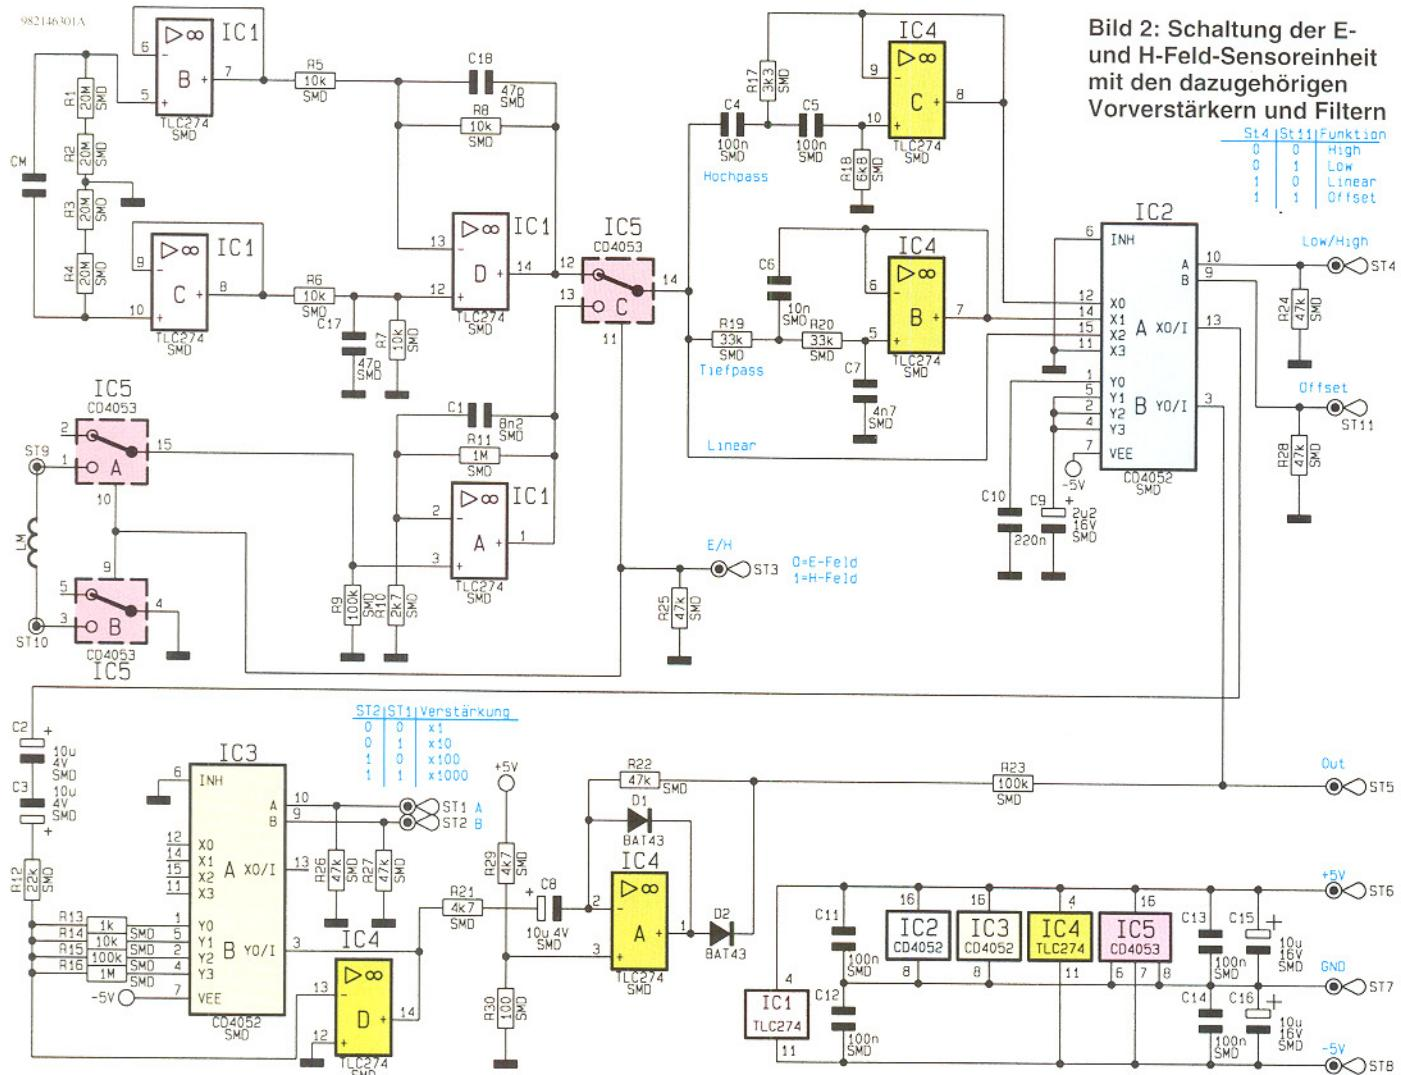

Bild 2: Schaltung der E- und H-Feld-Sensoreinheit mit den dazugehörigen Vorverstärkern und Filtern
1. E- und H-Feld-Sensor (Abbildung 2)
Während die in Abbildung 3, 4 und 5 dargestellten Teilschaltbilder im Basisgerät enthalten sind, finden wir die Komponenten aus Abbildung 2 in der abgesetzten Sensorenheit wieder, mit deren Beschreibung wir beginnen wollen.
Abbildung 2 zeigt die komplette Schaltung mit den dazugehörigen Vorverstärkern und Filtern.